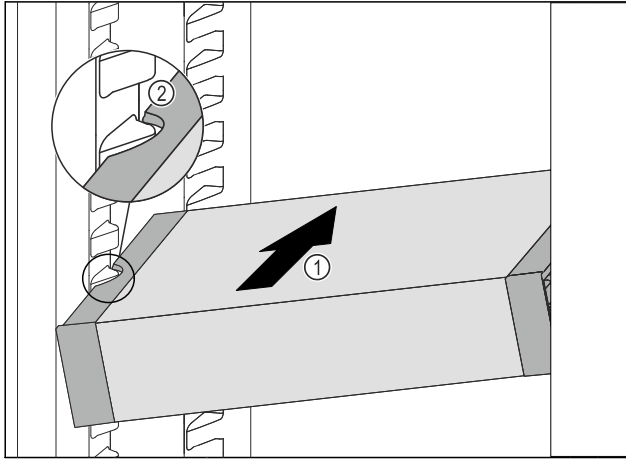

Fig. 74
- ▶ VarioSafe wsunąć ukośnie do chłodziarki Fig. 74 (1), aż boczne wycięcia Fig. 74 (2) VarioSafe będą się znajdować na wysokości żeber pojemnika w chłodziarce.